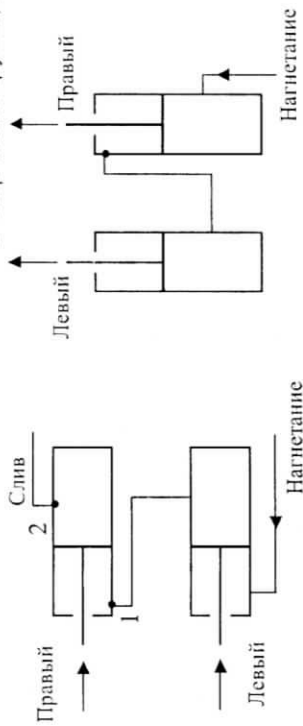

Рисунок 1.42 - Регулировка синхронности горизонтального выноса (А) и подъема (Б) мотвила
- для гидроцилиндров выноса мотвила нажмите клавишу управления выносом назад до упора и, когда воздух в точке 1 (рисунок 1.42) будет стравлен, затяните накидную гайку рукава. Затем клавишу управления выносом нажмите вперед до упора и, когда воздух в точке 2 будет стравлен, затяните накидную гайку рукава;